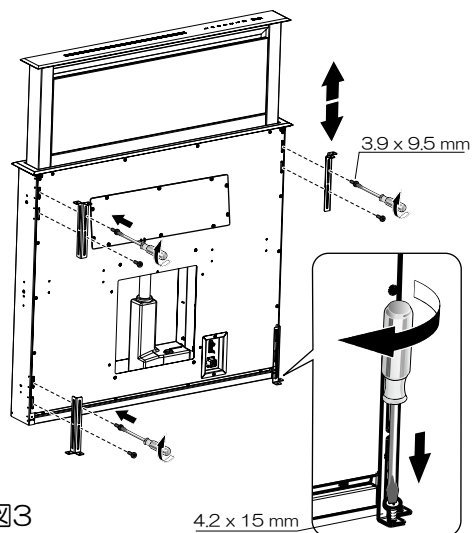

図3
3. 4つのブラケットを 3.9 x 9.5 mm のビスで固定し 4.2 x 15 mm のビスでキャビネット底面とワークトップの裏面で固定してください。(図3)